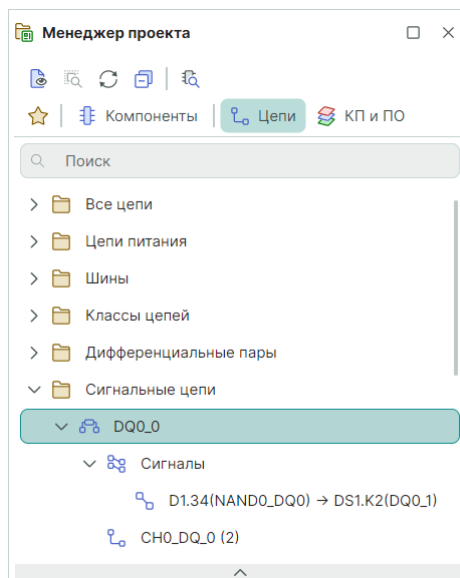

Рис. 143 Отображение сигналов в панели «Менеджер проекта»
8. Созданный сигнал или созданные сигналы будут отображаться в составе сигнальной цепи в панели «Менеджер проекта» → «Цепи» → «Сигнальные цепи» → «Сигналы», см. Рис. 143.